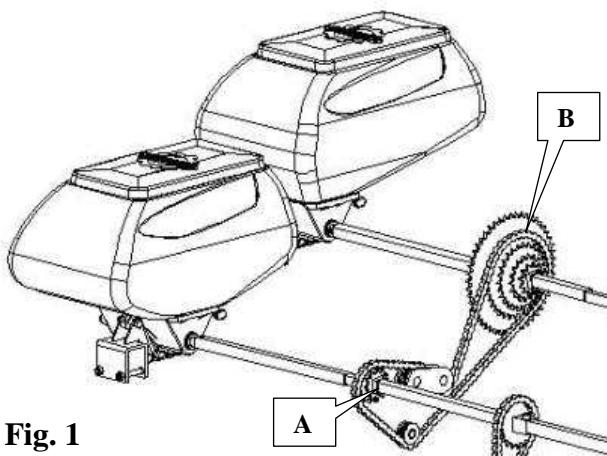

Fig. 1
La regolazione della dose/ettaro viene effettuata con un selettore di variatore (A fig. 1). Questa regolazione dipende dall'interfila e dal prodotto utilizzato.
- 1 - Smontare i due carter di trasmissione (E e F fig. 1)
- 4 - Riposizionare i due carter (E e F fig. 1)